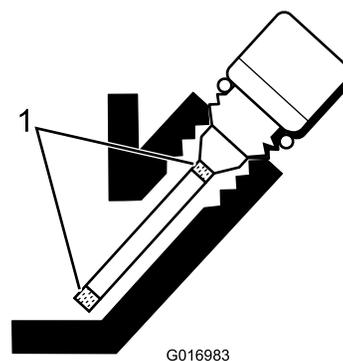

Рисунок 23
5. Если уровень низкий, добавьте ровно столько масла, чтобы поднять уровень до области между метками на щупе (Рисунок 23).